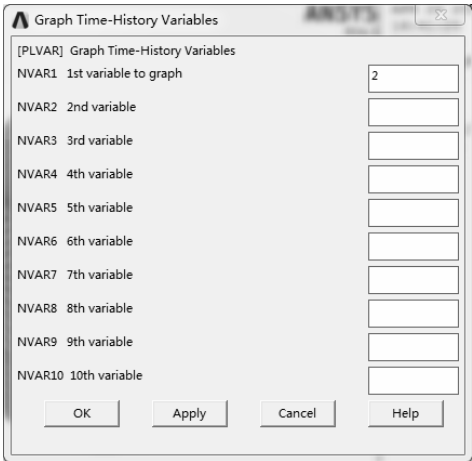

图 8-133 “Graph Time –History Variables” 对话框
- 6) 选择“Main Menu>TimeHist Postpro>Graph Variables”命令，弹出“Graph Time –History Variables”对话框，在“1st variable to graph”文本框中输入 2，如图 8-133 所示。